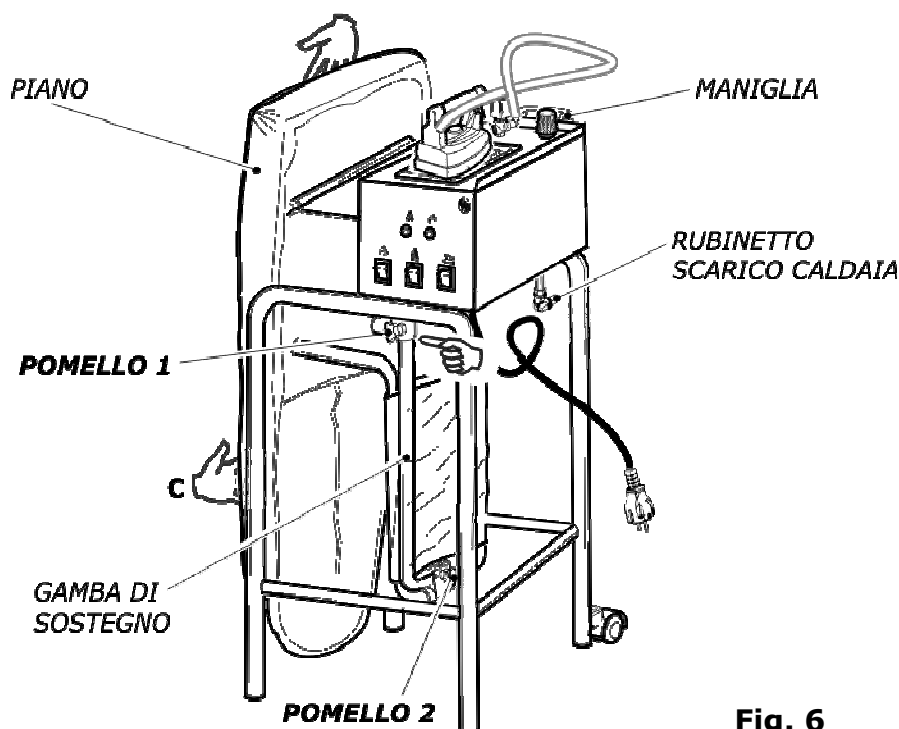

Fig. 6
1. allentare il pomello "2" affinché la gamba di sostegno è libera di ruotare (fig. 1, fig. 6);
2. ruotare la gamba di sostegno verso l'interno e contemporaneamente accompagnare il piano da stiro, sorreggendolo dal punto **A** fino alla chiusura (fig. 1 e fig. 6);
3. infilare la gamba di sostegno nell'apposito aggancio. Tenere premuto con una mano il punto **C** e avvitare con l'altra il pomello "1" (fig. 6).
Per trainare il tavolo afferrare la maniglia con una mano (fig. 6) e con l'altra appoggiata al piano inclinarlo leggermente finché le ruote non toccano il pavimento.